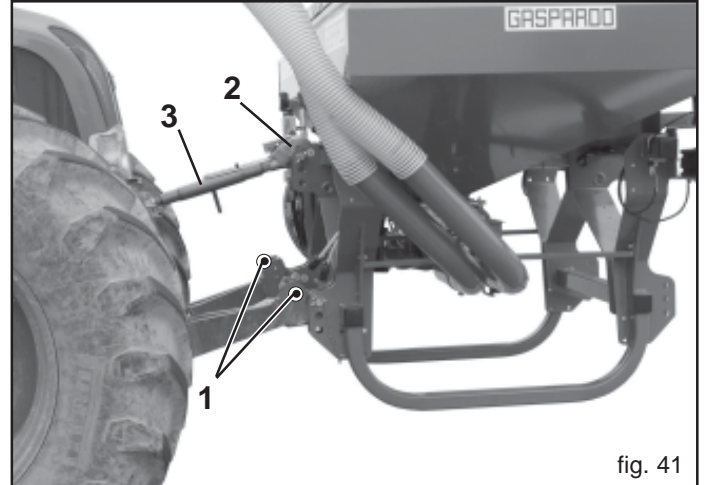

fig. 41
- 1) Die Hubvorrichtungsstangen in die vorhandenen Bolzen einhängen (1, Abb. 41) und mit den Sicherheitssplints blockieren.
- 2) Den oberen dritten Punkt (2, Abb. 41) ankuppeln. Der Stift muß durch seinen Splint blockiert werden; mit der Einstellzugstange (3, Abb. 41) die Sämaschine senkrecht zum Boden ausrichten.